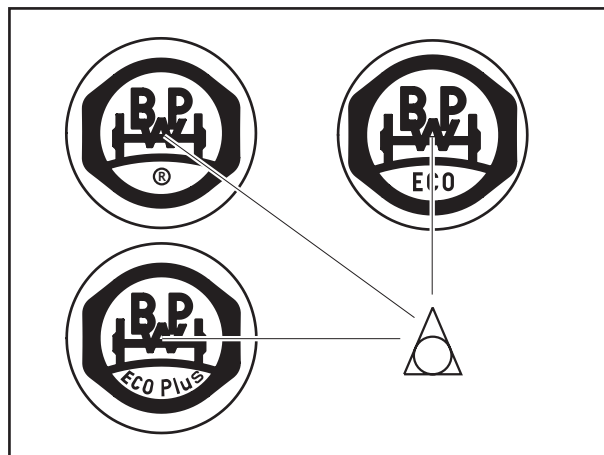

Рис. 7
- у агрегатов с новыми колпаками ступиц (вштампованное ® или ECO под эмблемой BPW) (рис. 7) необходимо удалить колпаки ступиц только с базовой оси.